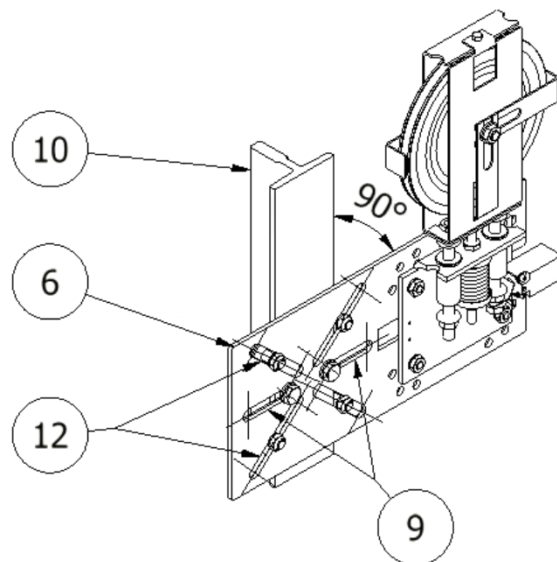
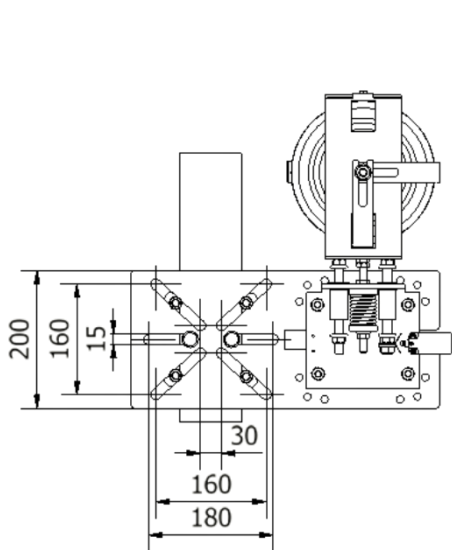
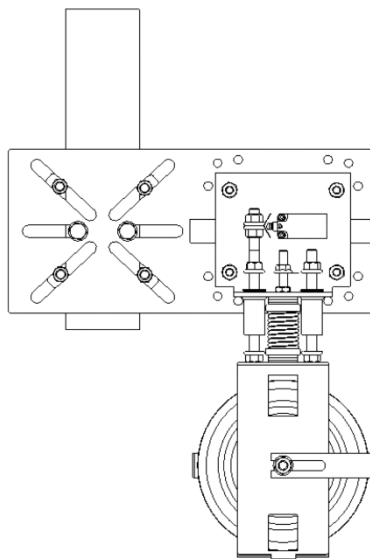
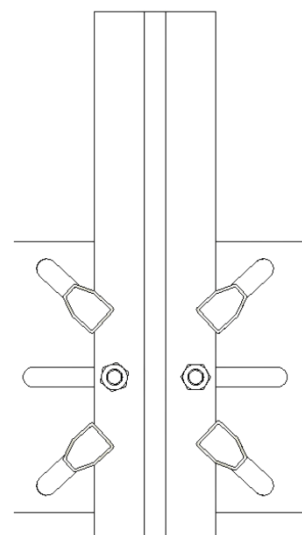

Fig. 3
Fig.3A
Fig. 3B
Fig. 3C
- Il fissaggio alla guida avviene tramite: le asole (9) della piastra (6), 2 fori Ø12 eseguiti sulla guida, le asole (12) e 4 Bride per garantire un fissaggio sicuro e un allineamento di 90° tra la guida e la piastra (6) vedi (Fig. 3 / Fig. 3A / Fig. 3B / Fig. 3C).
- The fixing to the guide rail takes place through: the slots (9) of the plate (6), 2 holes Ø12 drilled on the guide rail, the slots (12) and 4 guide clips to ensure a secure fixing and 90 ° alignment between the guide rail and the plate (6) see (Fig.3/Fig.3A/Fig.3B/Fig.3C).
- La fixation au guide s'effectue par : les fentes (9) de la plaque (6), 2 trous Ø12 percés sur le guide, les fentes (12) et 4 Brides pour assurer une fixation sûre et un alignement à 90° entre le guide et le plaque (6) voir (Fig. 3 / Fig. 3A / Fig. 3B / Fig. 3C).
- La fijación a la guía se realiza a través de: las ranuras (9) de la placa (6), 2 agujeros $\varnothing 12$ practicados en la guía, las ranuras (12) y 4 Bridas para garantizar una fijación segura y una alineación de 90° entre la guía y la placa (6) ver (Fig. 3 / Fig. 3A / Fig. 3B / Fig. 3C).